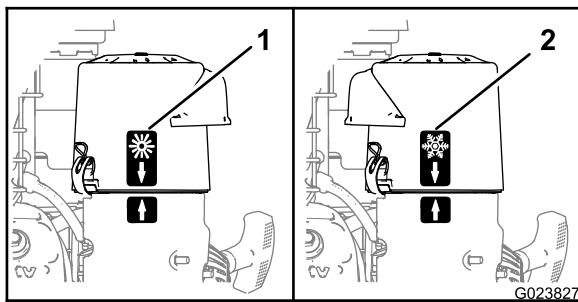

Рисунок 8
- При работе в условиях низкой температуры окружающего воздуха (холодный воздух и влажность) установите крышку воздухоочистителя так, чтобы снаружи было изображение снежинки (Рисунок 8).
- При работе в условиях нормальной температуры окружающего воздуха установите крышку воздухоочистителя так, чтобы снаружи было изображение солнца (Рисунок 8).